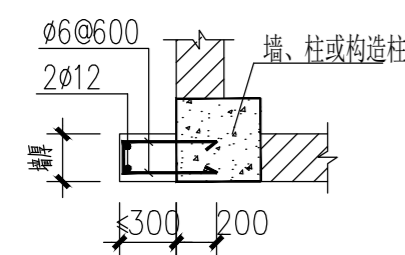
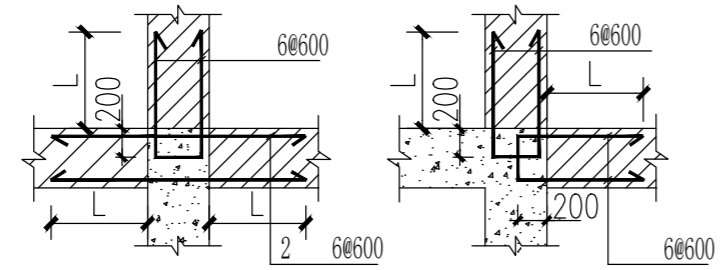
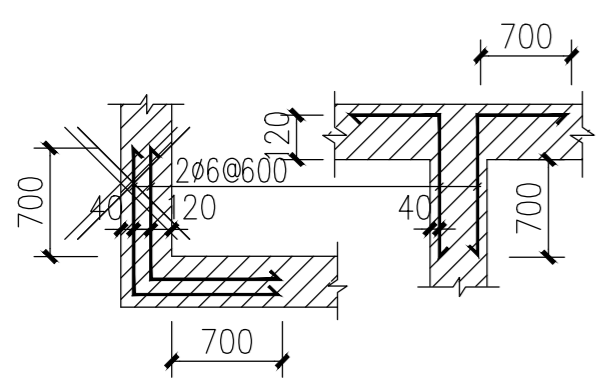

图 4.1
图 4.2
图 4.3
说明	<ol style="list-style-type: none"> 1、填充墙的材料及位置应严格按照施工图的要求，未经设计同意不得变更； 2、当构造柱、框架柱、剪力墙边有填充小墙肢且不能砌筑时，可按图 4.1 要求施工； 3、当填充墙与构造柱、剪力墙或框架柱相连时，沿构造柱、剪力墙、框架柱全高，每隔 600mm (或小于且最相近 600的砌体整皮数距离) 设置 2 6拉结筋，拉结筋伸入填充墙内的长度 (L)，按以下原则确定： <ol style="list-style-type: none"> (1)当填充墙与构造柱或剪力墙相连时，L取墙长的1/5和 700的较大值，见图 4.2； (2)当填充墙与框架柱相连时，六度区同与构造柱相连，七度及以上地区拉结筋沿墙全长贯通； (3)墙长≤1.5m时，拉结筋沿墙全长贯通，并于末端设置直钩 (10d)； (4)遇到门窗洞口时，伸至洞边，并于洞边设置直钩 (10d)； 楼梯间隔墙拉结筋设置：楼梯间和人流通道的填充墙，尚应采用钢丝网 (0.9直径镀锌钢丝网片，网格15X15) 砂浆面层加强。 4、所有填充墙纵横交接及转角处均应错缝搭砌，无构造柱处用钢筋拉结如图 4.3； 5、填充墙与柱、抗震墙及梁相接处沿缝钉 300宽 (缝两边各150) 钢丝网片后进行墙面粉刷； 6、当底层填充墙 (墙厚≤120mm时) 下无基础梁或结构梁板时，填充墙可直接砌筑在加厚的混凝土地面上，可按图4.4设置。以上均要求基础下为老土，或为经过分层压实的素填土。 7、填充墙砌至板、梁底附近后，应待砌体沉实后再用斜砌法把下部砌体与上部板、梁间用砌块逐块敲紧压实，做法参照 4.5。 8、人防区域内非承重砌体墙连接构造时应满足国标图集 07FG01第 71页的要求。